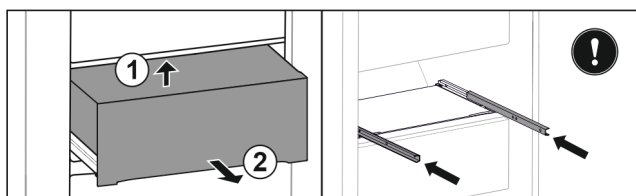

Fig. 159
- ▶ Predal dvignite od spodaj proti zadnji strani. *Fig. 159 (1)*
- ▶ Predal vzemite ven v smeri naprej. *Fig. 159 (2)*